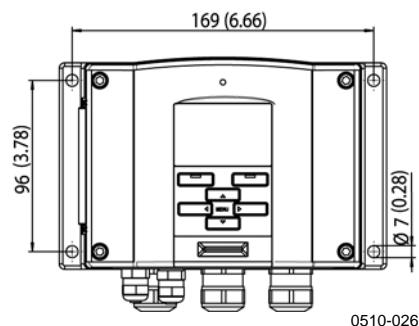

Figura 2 Montaje normal
- b. Recorte el trenzado o la lámina del apantallamiento conforme a la dimensión X (consulte la figura 2).